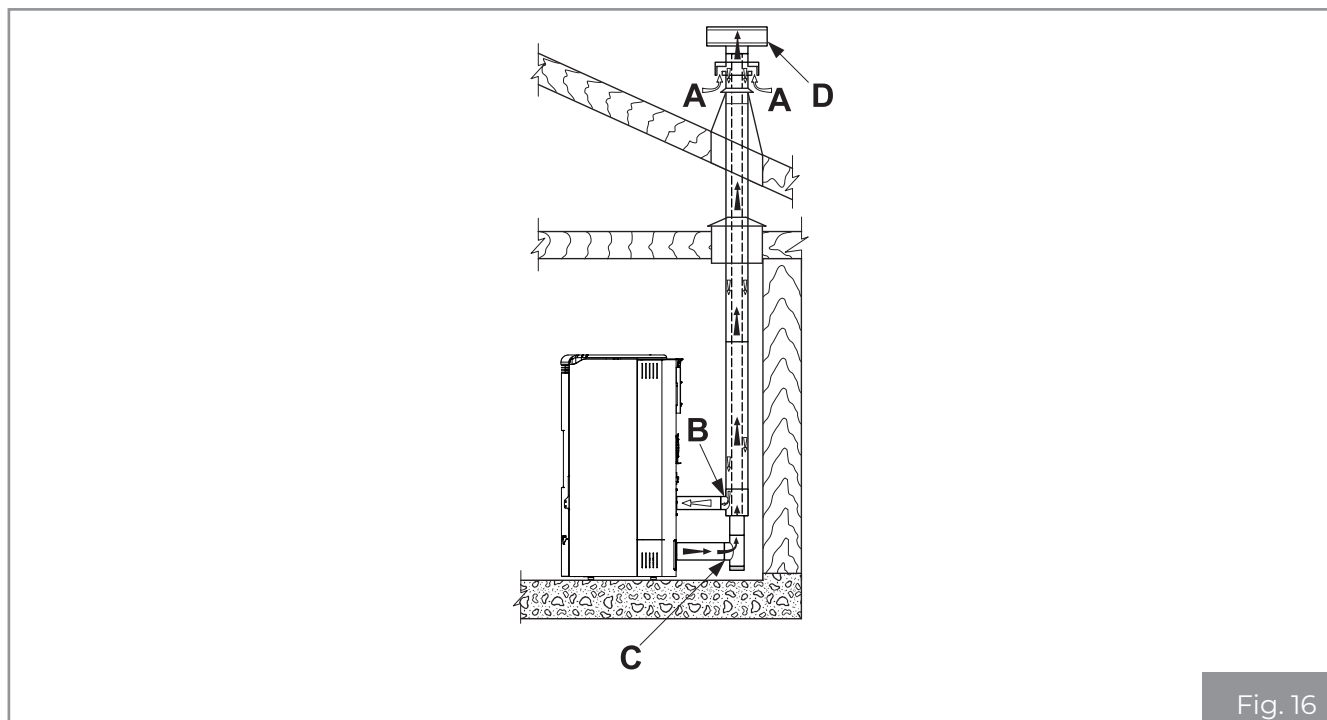
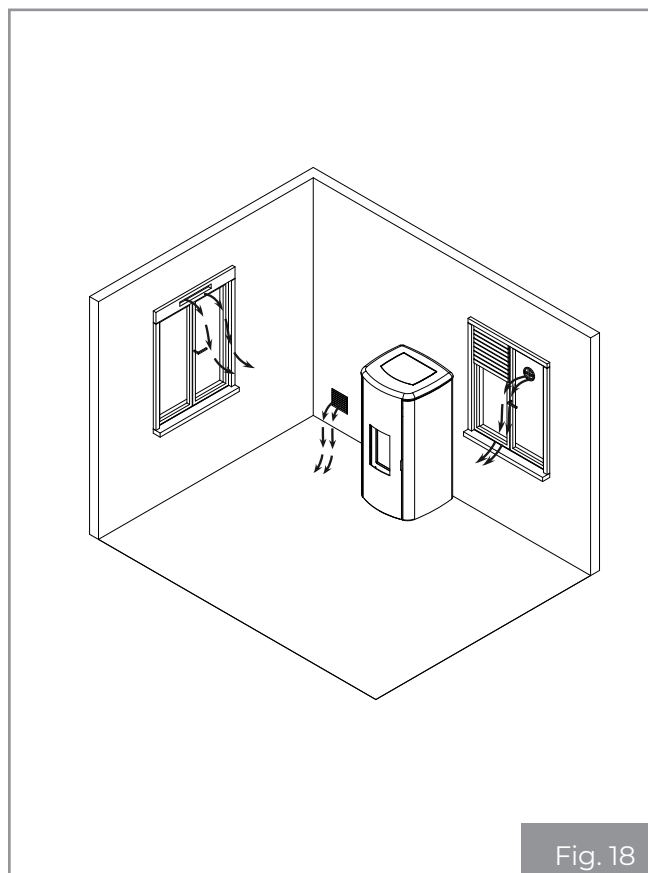

Fig. 16
Fig. 18
- provenir directamente desde el exterior con conexión directa a la cámara de combustión (**Fig. 16**);
- canalizar el aire comburente mediante un tubo de descarga coaxial para la expulsión de los humos y la extracción de aire (**Fig. 16 - A, B = Entrada de aire, C, D = Salida humos**); por lo tanto, no es necesario hacer una toma de aire clásica en el local.
- conectar la entrada de aire comburente del aparato a la toma de aire con un conducto adecuado (**Fig. 16**).
Realizar la toma de aire en la pared (**Fig. 16 y Fig. 18 - PA = Toma de Aire**), y dejar que el aparato esté libre de extraer aire en el ambiente teniendo cuidado de conectar en el tubo de entrada del aire el tramo de tubo corrugado, en caso de que sea suministrado, fijándolo con la abrazadera y plegándolo ligeramente hacia abajo con el fin de prevenir posibles efectos de resonancia.